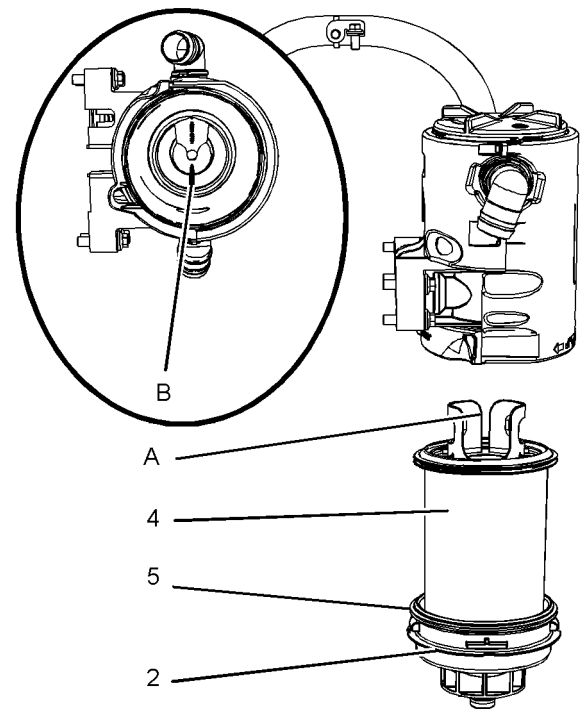

Ilustración 69
4. Instale un sello de válvula nuevo (5). Instale un elemento de filtro nuevo en la tapa inferior (2).
5. Alinee la posición (A) en el elemento de filtro con la posición (B) en la tapa superior. Consulte la Ilustración 69.